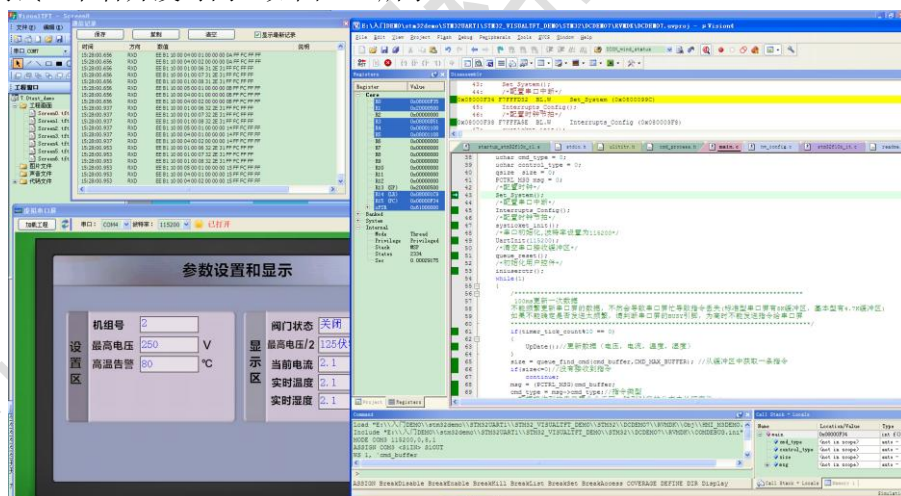

图 5.6 虚拟串口屏与 KEIL 绑定调试
6. 使用 Keil 与虚拟串口屏绑定连调。为了方便工程师开发，避免每次修改界面都需要重新下载图片到设备，用户可以直接将 KEIL 与虚拟串口屏绑定，轻松实现单步、多步 Debug 调试，节省开发时间，如图 5.6 所示。